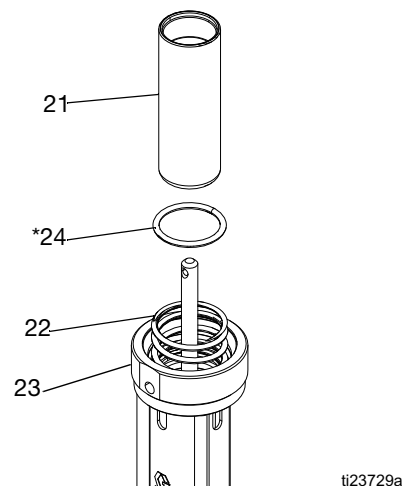

Рис. 15
7. Снимите пневмопоршень (21) с верхней части основания пневмомотора (23). Снимите уплотнительное кольцо (24*) с основания пневмомотора. Проверьте все детали, включая пружину (22) в основании пневмомотора, на наличие повреждений. См. Рис. 15.